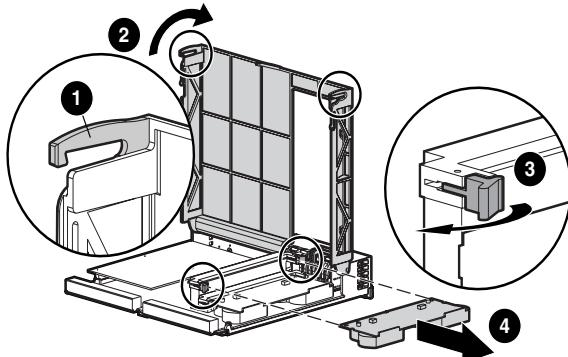

Abbildung 3: Ausbauen des Cache-Moduls
Hinweis: In Abbildung 3 ist der Controller seitlich und mit der Rückseite dargestellt.
2. Lösen Sie die Rasten der Controller-Abdeckung 1 auf der Rückseite des Controllers, und heben Sie die Abdeckung an 2. Siehe Abbildung 3.